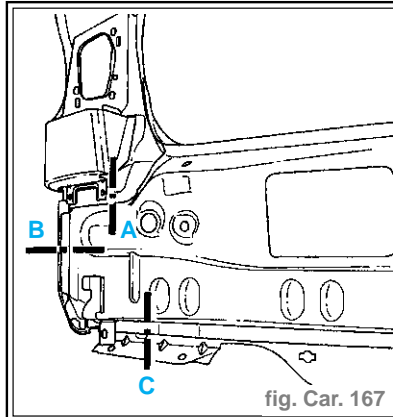

fig. Car. 167
- Pièces concernées** (fig. Car. 167 et 168)